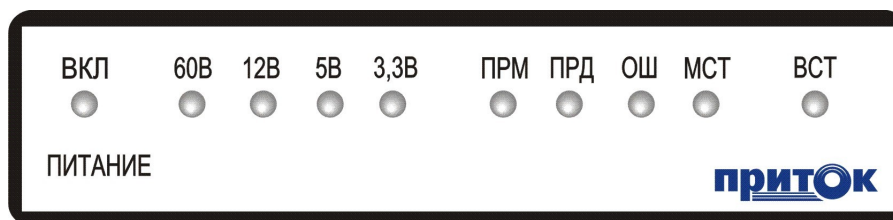

Рисунок 3: Передняя модель коммуникатора
4.4 На передней панели коммуникатора установлены (см. рис. 3):